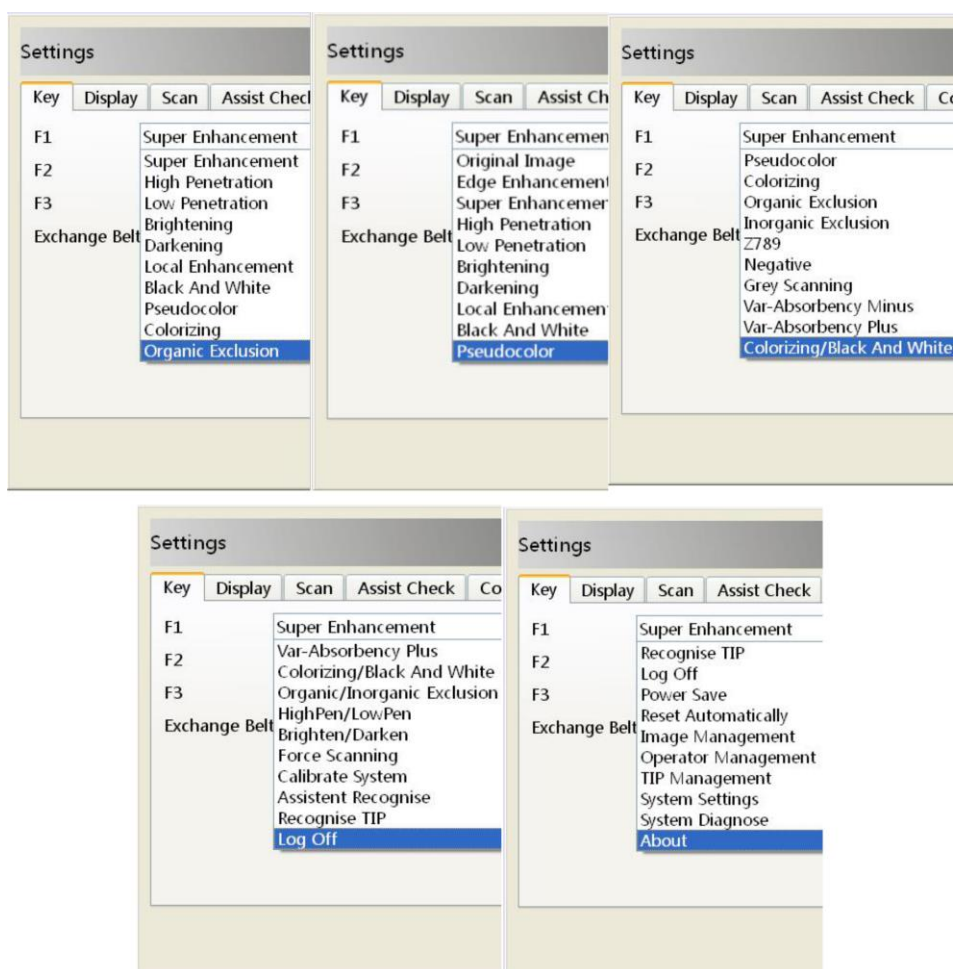

Рис. 6.30 Функции, доступные для настройки программируемых клавиш
Данная опция позволяет изменять настройки программируемых клавиш F1, F2 и F3 (Рис. 6.30).
- а. В выпадающих меню клавиш F1, F2 и F3 доступны самые разнообразные функции, которые на них можно запрограммировать (см. Рис. 6.30):